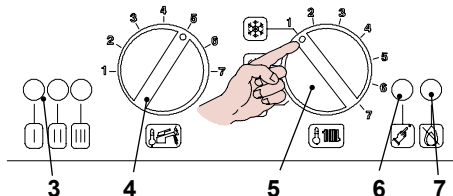

Figura 7.6
- Posizionare il selettore 5 come indicato in Figura 7.6; la lampada di segnalazione 3 lampeggia ad intermittenza circa ogni 2 secondi.
- Se non si visualizza questa sequenza premere il pulsante di ripristino 6 in Figura 7.6 tante volte fino alla visualizzazione (4 volte).
- Per memorizzare il settaggio premere il pulsante di ripristino 6 in Figura 7.6 per circa 5 secondi, le spie di segnalazione 3 lampeggiano tutte quante simultaneamente come in Figura 7.10 (legenda spie Figura 7.4)